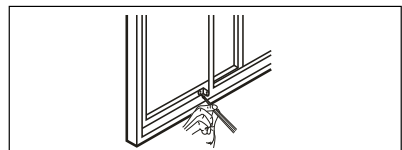

Fig. 22
- Para sujetar la guillotina deslizante en su sitio, acople el cierre de guillotina de ángulo recto con un tornillo de 1/2" (12,7 mm) como se indica (Fig. 22).